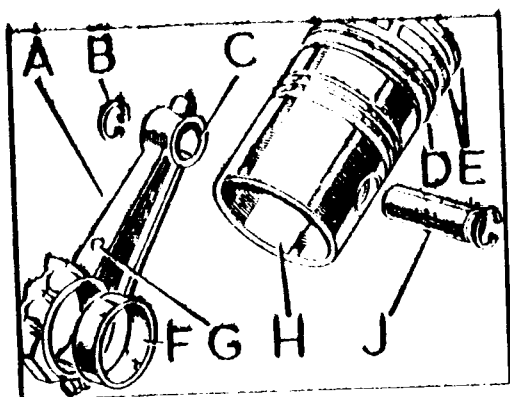

Fig. A3-88 Pistón y biela desmontados
- 1.2. Extraer los arillos, B (Fig. A3-88) y los bulones, J.